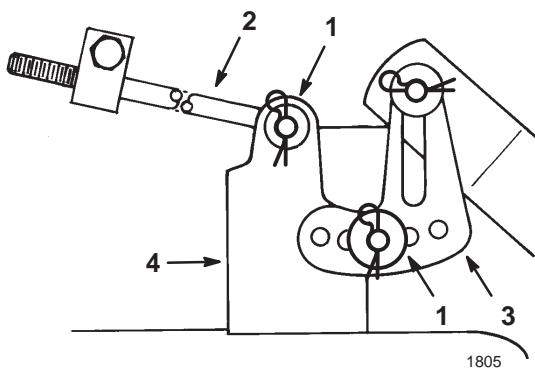

Bild 43
11. Schieben Sie das Ende der langen Stange durch das Loch in der Mähwerkbefestigung (Bild 43).
13. Montieren Sie die geschlitzte Mähwerknavellierhalterung am Stift am Schnitthöhenarm (Bild 43). Bringen Sie die Scheibe